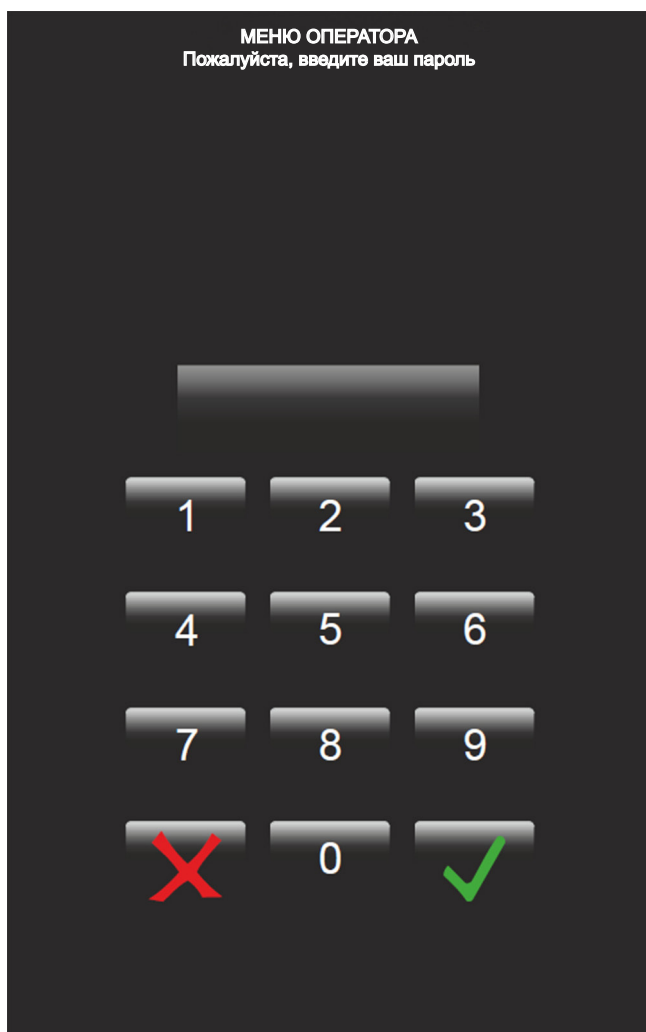

Рисунок 62 - Пароль
**Примечание:** Страница для ввода пароля отображается только тогда, когда пароль был задан (см.рис.62). По умолчанию пароль не установлен.